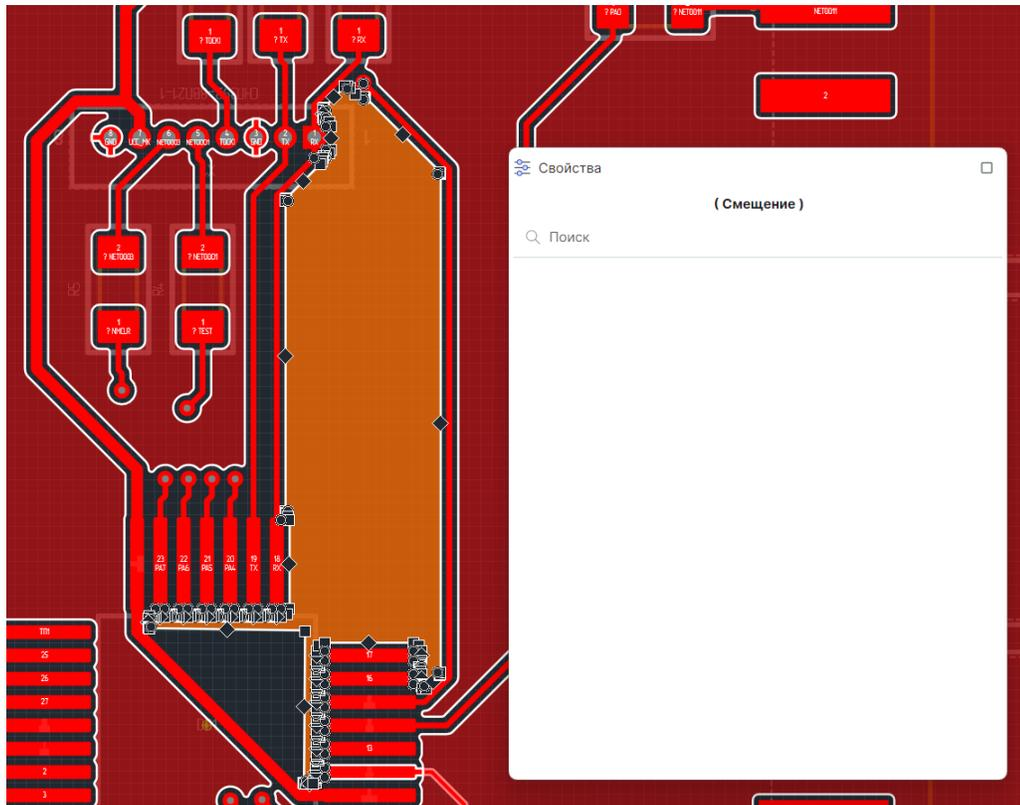

Рис. 462 Изменение геометрии островка металлизации
3. Измените геометрию островка, перемещая точки трансформации, см. Рис. 462.